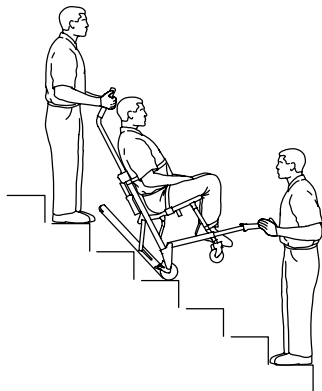

Rysunek 10 – Gaśnice stykające się z pierwszym stopniem
7. Obaj operatorzy: Utrzymując ustawienie pod kątem, przeprowadź schodołaz przez krawędź schodów. Pozwól na zetknięcie systemu **Stair-TREAD** z pierwszym stopniem (Rysunek 10).